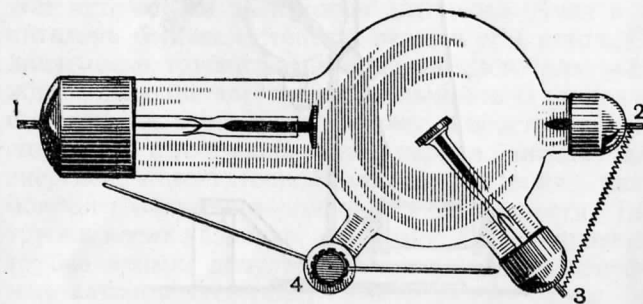

Рис. 1.
Трубка состоит из стеклянного баллона (рис. 1) со впаянными в него деталями: катод (1) антикатод (2), вспомогательный анодный стержень (3) и регенератор (4).